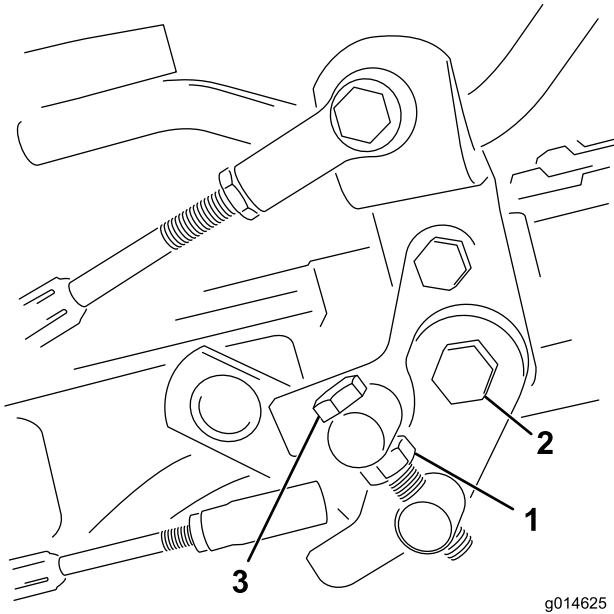

Bild 55
1. Lösen Sie die Klemmmutter an der Drehzapfenkopfschraube (Bild 55).
- Ziehen Sie die Sicherungsmutter an der Drehzapfenkopfschraube und die Mutter am Pedalgelenk fest, um die Einstellung zu arretieren (Bild 55). Prüfen Sie die Einstellung und nehmen Sie ggf. eine weitere Einstellung vor.